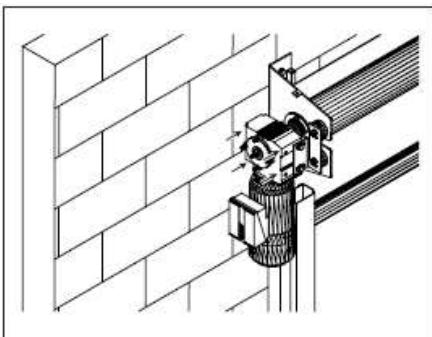

Figura 29
3. Encage el conjunto accionador sin conjunto del final de carrera en el eje chavetado de la puerta (vea la figura 29).